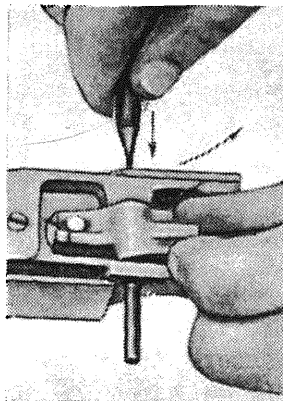

Рис. 107
5. Придерживая рычаг датчика готовности, выбить ось рычага датчика готовности и снять его вместе с пружиной рычага датчика готовности, выведя предварительно рычаг датчика готовности из зацепления с толкателем датчика готовности (рис. 107).